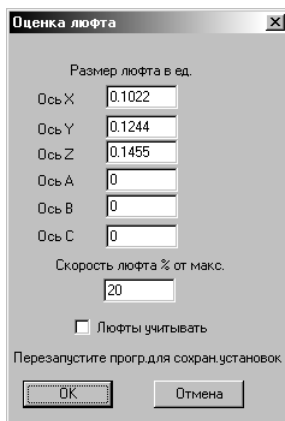

Рис. 28. Окно Люфты.
2.5.6.2 Зайти в меню **Конфигурации – Люфты** (Рис. 28). Отключить режим работы с компенсацией зазора, сняв флажок в поле **Люфты учитывать**.